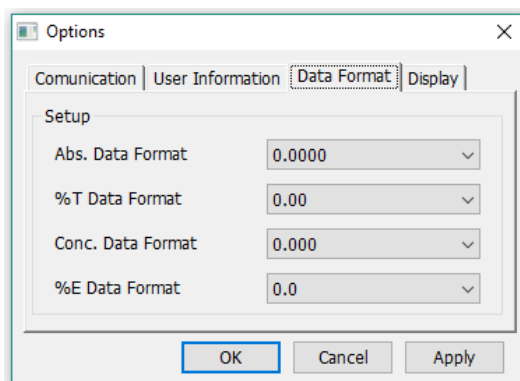

Fig. 2.7-2 Formato dati
- Nella linguetta **Data Format** è possibile scegliere la modalità di visualizzazione dei risultati (Fig.2.7-2);